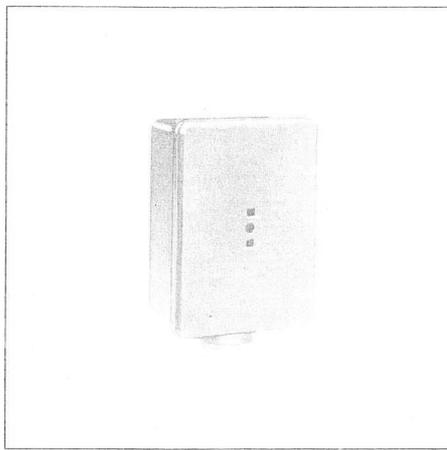

Bild 8 Vorlauffühler VFAN
3.1 Außenfühler AFA (Bild 8)
3.2 Vorlauffühler VFAN (Bild 8)